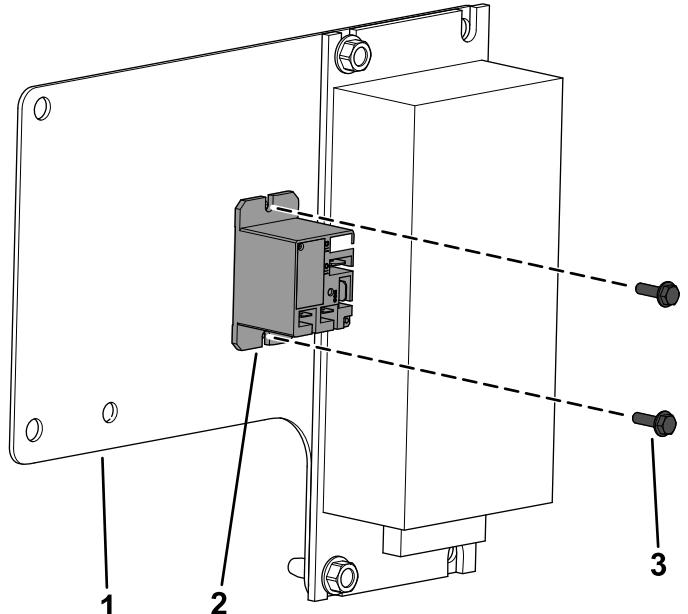

Figure 5
2. Fixez le relais au support du convertisseur à l'aide des 2 vis à tête hexagonale (n° 6 x $\frac{1}{2}''$), comme montré à la Figure 5.